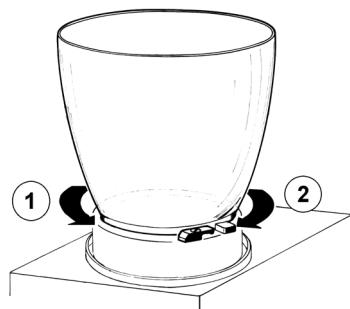

figura 2
- 4** Togliere il contenitore ruotandolo (1) in senso antiorario (vedere figura 2).
- 2** Rimontare la guarnizione di tenuta sul contenitore nella sua sede. Rimontare il contenitore ruotandolo in senso (2) orario. Per facilitare l'operazione bagnare con acqua la guarnizione (vedere figura 2).
- 3** Premere (1) il tasto di comando rubinetto e inserire (2) il gommino nella sua sede sul fondo dell'evaporatore.
- Tirare (3) lievemente verso il basso l'estremità